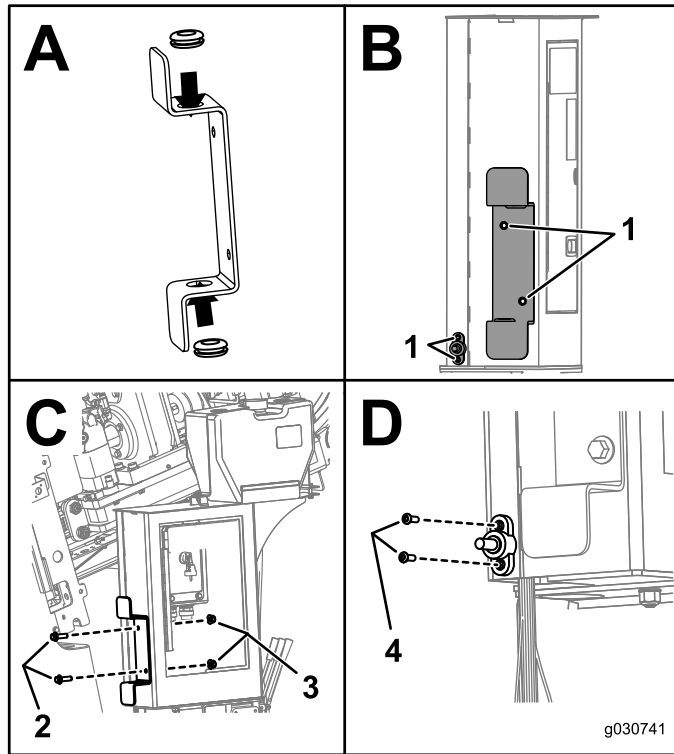

Figure 2
1. Installez les rivets sur le support (encadré A de la Figure 2).
2. Servez-vous du support et du bloc de jonction comme d'un guide pour repérer et percer 4 trous, comme illustré à l'encadré B de la Figure 2.
3. Fixez les supports au moyen de 2 boulons (M12) et 2 contre-écrous (M12), comme illustré à l'encadré C de la Figure 2.
5. Fixez le bloc de jonction au moyen de 2 boulons (M5) et 2 écrous (M5), comme illustré à l'encadré D de la Figure 2.